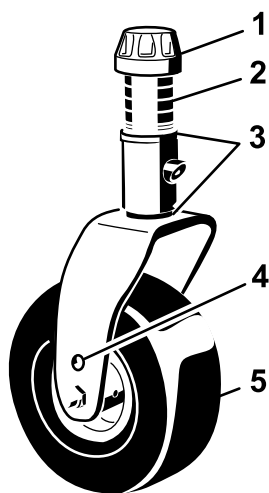

図 18
5. スピンドルシャフトからテンショニングキャップを外し、キャストアームからスピンドルを抜き出す 図 18。